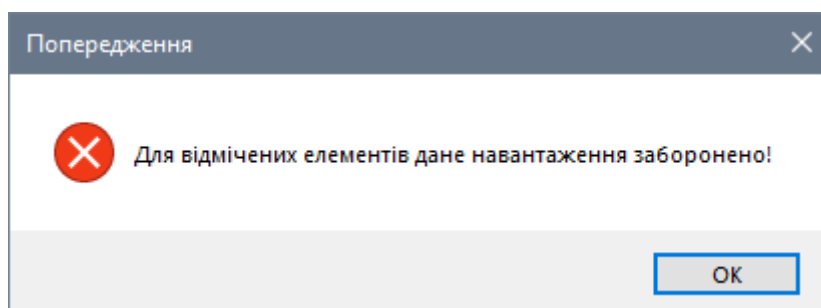

Рис. 18.13. Діалогове вікно **Попередження**
- На екрані з'являється діалогове вікно **Попередження** (рис. 18.13), в якому натисніть кнопку **ОК**.